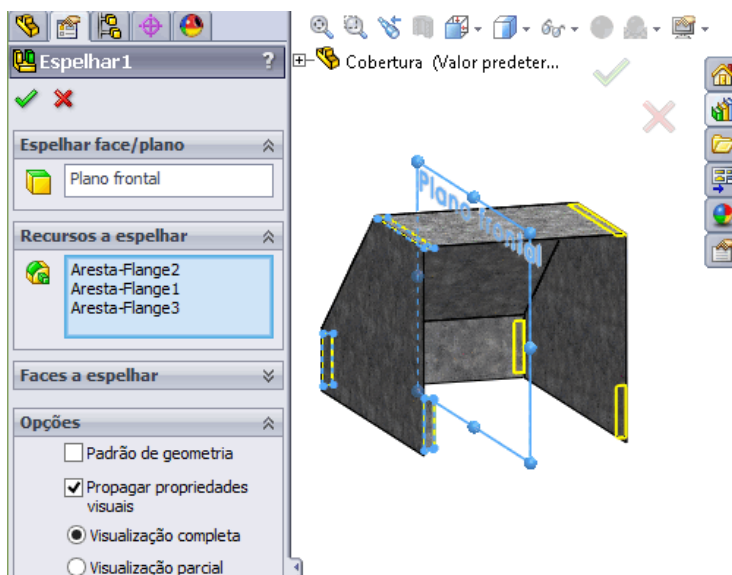

Figura 2.18 - Propriedades da ferramenta **Espelhar**.
3.13. Configure as propriedades da ferramenta conforme a Figura 2.18 e confirme